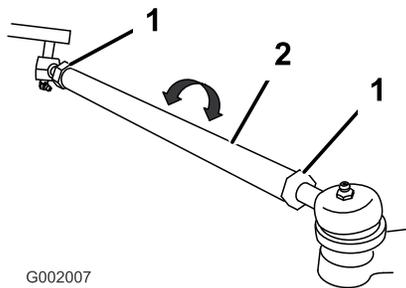

図 34
5. 前後の測定値の差が所定範囲にない場合、タイロッド両端のジャムナットを外して調整を行う(図 34)。